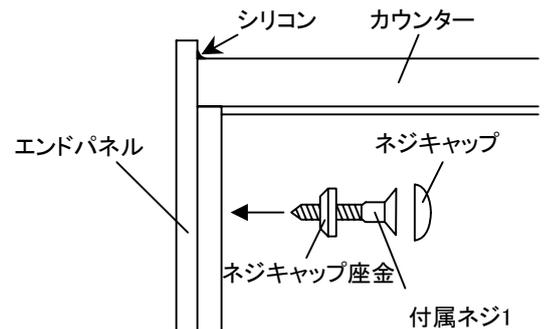

図14
- (4)固定したネジ頭にネジキャップを装着してください。(図14参照)